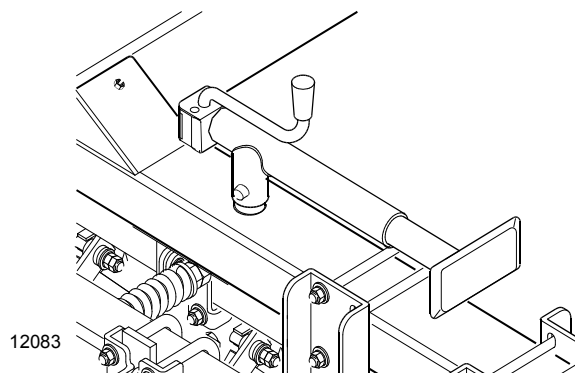

Рисунок 1-2
5. Переместите домкрат из положения сбоку дышла сцепного устройства в транспортное положение вдоль раскоса рамы. См. Рисунок 1-2.